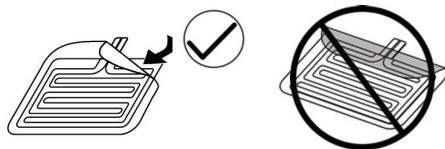

Abbildung 1: Abziehen der Schutzfolie
3. Die Schutzfolie langsam diagonal von der dispersiven Elektrode abziehen (siehe Abbildung 1). Die Hydrogelschicht nicht beschädigen. Nach dem Abziehen der Schutzfolie die Elektrode sorgfältig inspizieren, um sicherzustellen, dass sich kein